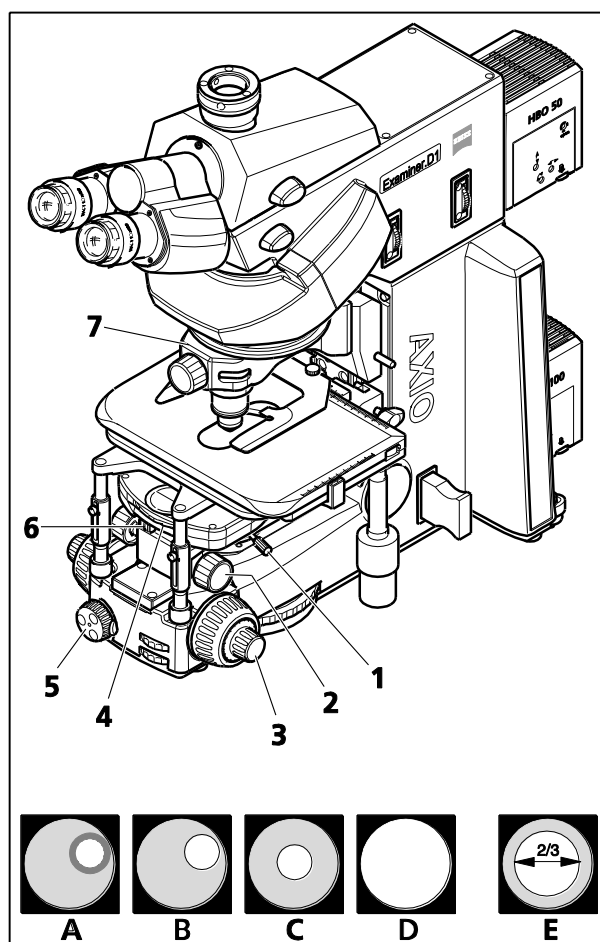

Figure 4-2 Réglages du microscope sur l'Axio Examiner en champ clair en lumière transmise
- Faire pivoter la lentille frontale pour la mettre en place au niveau du condenseur (pour les objectifs $\geq 10x$), et régler le condenseur sur la butée supérieure à l'aide de la tige pivotante pour procéder au réglage en hauteur (Figure 4-2/2). La butée doit être réglée de manière à ce que l'échantillon ne soit pas soulevé en dehors de son emplacement par le condenseur.
- Mettre le disque rotatif du condenseur (le cas échéant) à l'aide de la bague moletée (Figure 4-2/4) sur la position **H** pour le champ clair.
- Faire pivoter l'objectif 10x pour la mettre en place sur la monture d'objectif ou sur le porte-objectifs (Figure 4-2/7) et faire la mise au point sur l'échantillon à l'aide de la tige pivotante (Figure 4-2/3).
- Fermer le diaphragme de fond clair (Figure 4-2/5) jusqu'à ce que le diaphragme de fond clair devienne également visible dans le champ d'observation (même s'il est hors champ) (Figure 4-2/A).
- Abaisser le condenseur à l'aide de la tige pivotante pour procéder au réglage de la hauteur jusqu'à voir apparaître le bord du diaphragme du champ clair suffisamment net (Figure 4-2/B).
- Centrer le diaphragme de fond clair à l'aide des deux vis de centrage (Figure 4-2/1) sur le porte-condenseur (Figure 4-2/C), puis l'ouvrir jusqu'à ce que le bord du diaphragme disparaisse du champ d'observation (Figure 4-2/D).
- Pour le réglage du diaphragme d'ouverture (contraste), retirer un oculaire de la douille du tube et regarder dans la douille à l'œil nu. Régler le diaphragme à l'aide du levier de réglage (Figure 4-2/6) sur environ 2/3 ... 4/5 du diamètre de la pupille de sortie de l'objectif (Figure 4-2/E). Ce réglage du diaphragme permet d'obtenir le meilleur contraste avec une résolution quasiment complète dans la plupart des applications et constitue donc le meilleur compromis pour l'œil humain.